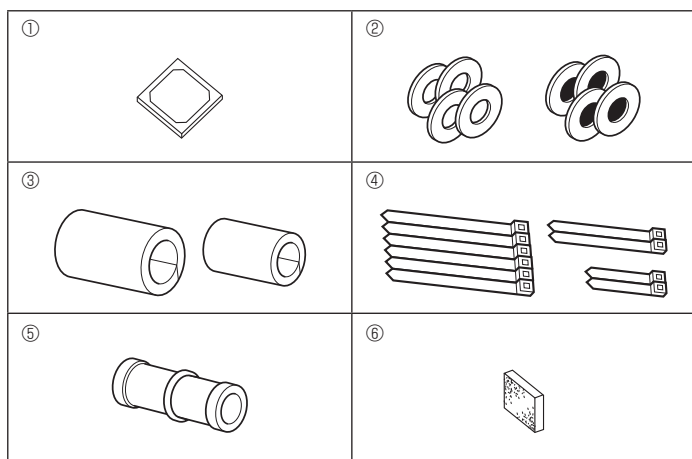

Fig. 3-1
3.1. Vérifiez les accessoires qui accompagnent l'appareil intérieur (Fig. 3-1)